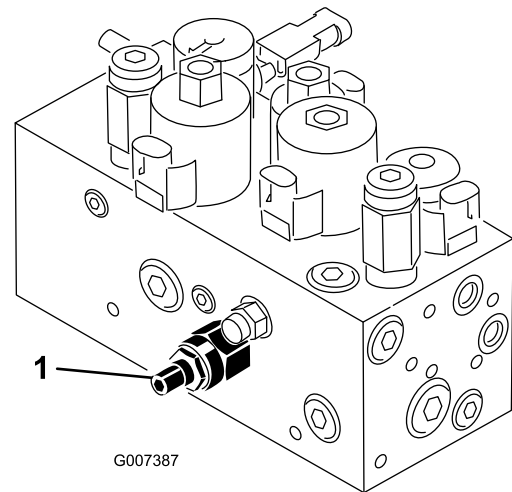

Figura 57
El circuito de elevación/bajada de la unidad de corte está equipado con una válvula de control de flujo (Figura 57). Está válvula viene ajustada de fábrica, con una abertura de aproximadamente 3 vueltas, pero es posible que sea necesario ajustarla para compensar diferencias en la temperatura del aceite hidráulico, velocidad de siega, etc. Si es necesario ajustarla, proceda de la manera siguiente:
1. Levante el asiento y localice la válvula de control de flujo del bastidor de tiro central (Figura 57), situada en el lateral del colector hidráulico.